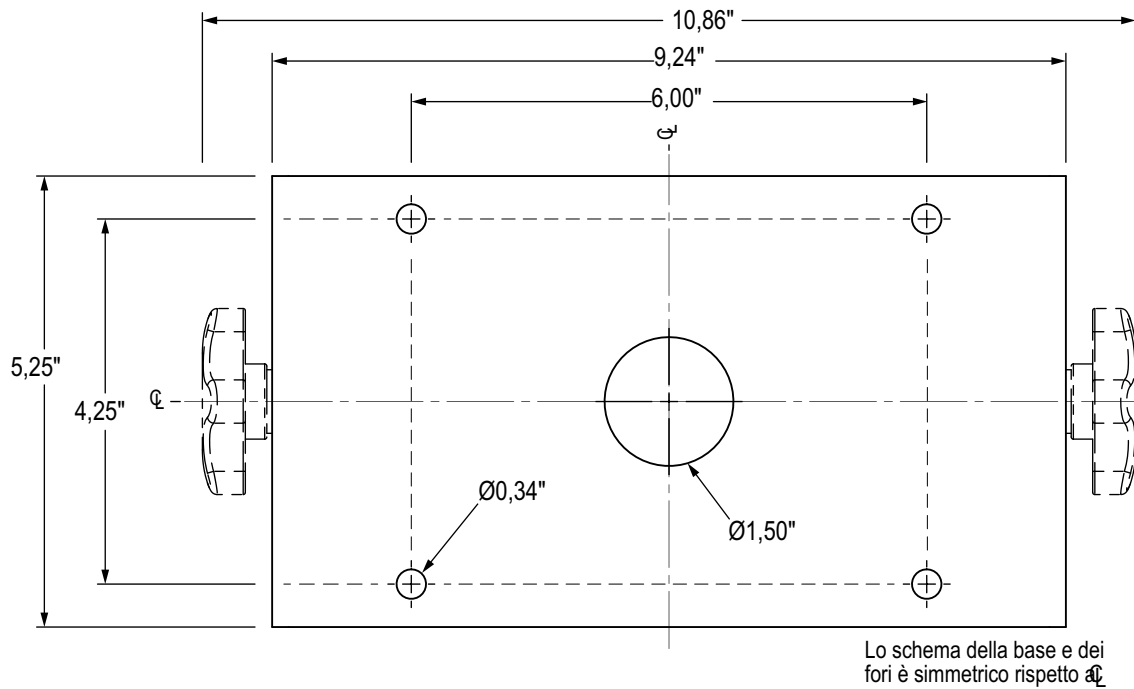

Figura 2-5. Dimensioni dei fori del supporto inclinabile dell'involucro universale
1. Utilizzare il supporto inclinabile come dima per contrassegnare la posizione delle viti. Vedere Figura 2-5 a pagina 18 per le dimensioni.